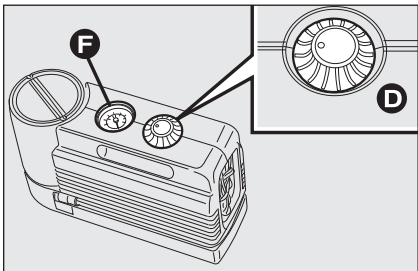
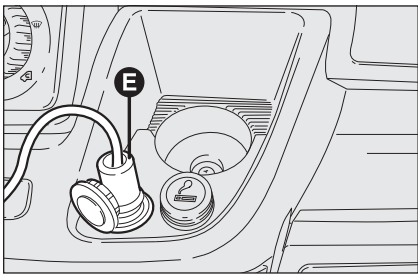

fig. 13
fig. 14
- s'assurer que l'interrupteur **D-fig. 13** du compresseur soit en position 0 (éteint), lancer le moteur, introduire la goupille **E-fig. 14** dans la prise de courant la plus près et actionner le compresseur en plaçant l'interrupteur **D-fig. 13** en position I (allumé). Gonfler le pneu à la pression de 4 bar.
Pour obtenir une lecture plus précise il est conseillé de contrôler la valeur de la pression sur le manomètre **F-fig. 13** le compresseur éteint;